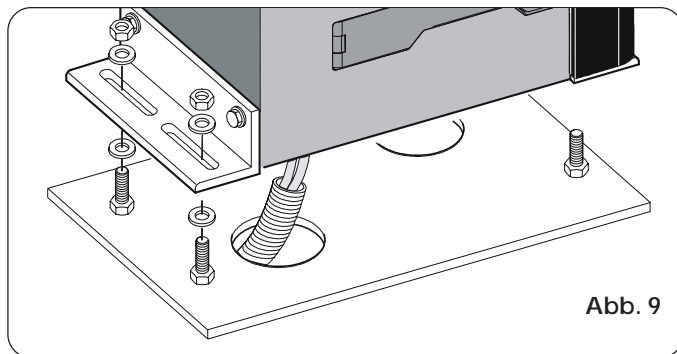

Abb. 9
- 3) Den Antrieb mit Hilfe der im Lieferumfang enthaltenen Muttern und Unterlegscheiben an der Platte befestigen, siehe Abb. 9.